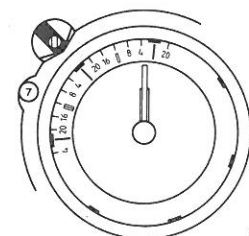

Bild 8
- ⑥ Zeiring gemäß Bild 8 bei entsprechendem Wochentag (I = Montag, II = Dienstag ...) aufstecken.